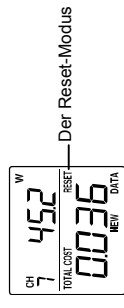

Bild 13
**Hinweis:** Wird die RESET-Taste betätigt, erscheint das „RESET“-Symbol auf dem LCD-Display. (Bild13) Das Symbol schaltet sich nach 15 Sekunden selbsttätig ab, wenn der RESET-Modus durch Zeilschaltung beendet wird. Andernfalls kann die Abschaltung auch durch erneutes Betätigen der RESET-Taste erfolgen.